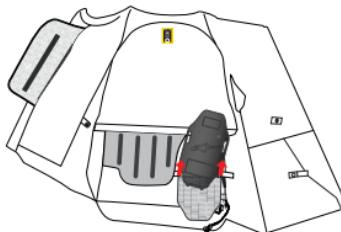

图 13
3. 打开两个固定钩环，从口袋中取出充气机外壳(4) (图 13)。
**警告！拆卸充气机外罩(4)时不需要打开外罩。请勿打开充气罩(4)。只有 Alpinestars 授权经销商可以打开充气罩(4) 进行维修。**